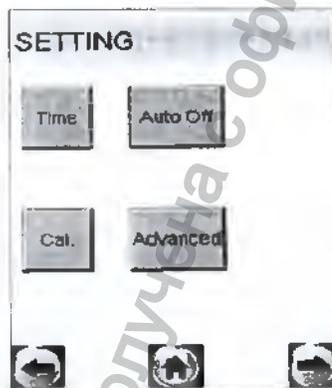

Рисунок 5 – Меню «Установки пользователя»
2.5.2 Для входа в меню «Установки пользователя» в главном меню анализатора выберите пункт-иконку «Установки пользователя», перемещая курсор по иконкам главного меню с помощью кнопок А и В, и утвердите выбор кратковременным нажатием кнопки вкл/выкл. На дисплее появится окно «SETTING» – меню из 4-х пунктов (рисунок 5).